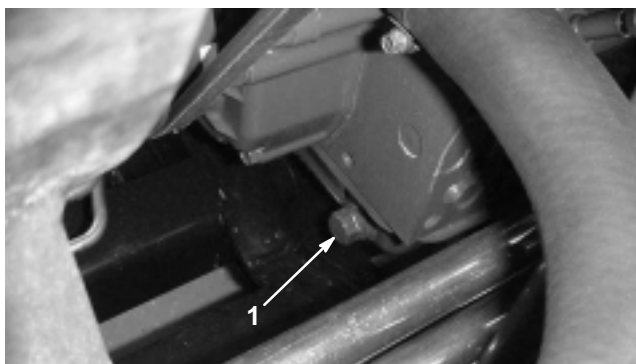

Bild 31
1. Entfernen Sie die hintere Ablassschraube (Bild 31) und lassen das Öl in ein Auffanggefäß ab. Schrauben Sie die Ablassschraube wieder ein, nachdem das Öl abgelassen ist.